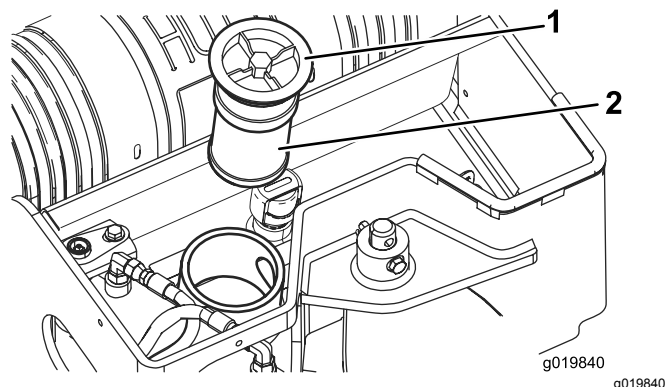

図 61
4. 古いフィルタを外して捨てる 図 61。
5. 新しいフィルタを取り付け、キャップをして上部ボルトを $21-25 \text{ N}\cdot\text{m}$ $2.3-2.8 \text{ kg}\cdot\text{m}$ = $200-240 \text{ in}\cdot\text{lb}$ にトルク締めする 図 61。
5. 油圧オイルタンクのフィルタとキャップ 図 61 を取る。
10. フィルタを取り付け、キャップをして上部ボルトを $21-25 \text{ N}\cdot\text{m}$ $2.3-2.8 \text{ kg}\cdot\text{m}$ = $200-240 \text{ in}\cdot\text{lb}$ にトルク締めする 図 61。